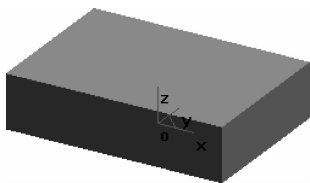

图 3-25 绘制长方体的实体造型
解 (1) 在树管理器中拾取“平面 XY”，单击按钮，进入草图绘制状态。单击按钮，在立即菜单中选择“中心_长_宽”方式，输入长度“100”，输入宽度“70”，按回车键，输入矩形的中心坐标(0,0)。单击按钮，弹出“拉伸增料”对话框，输入深度“25”，单击 **确定** 按钮，完成操作，作图结果如图 3-25 所示。